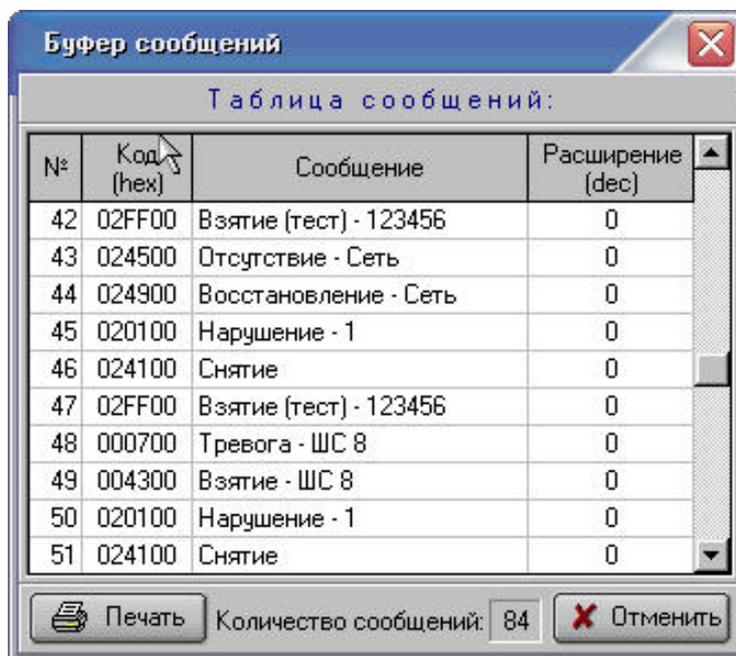

Рисунок 7
4) В промышленных условиях, тяжелых в плане электромагнитного шума, рекомендуется применять экранированный кабель с витой парой. Экран, охватывающий проводники линии, защищает их от паразитных емкостных связей и внешних магнитных полей. Экран следует заземлять только в одной из крайних точек линии, например, в ведущем приборе, используя клемму «Экран» (см. рисунок 7). Заземление в нескольких точках недопустимо: из-за разности потенциалов местных "земель" по экрану могут протекать существенные токи, которые будут создавать наводки на сигнальные проводники.